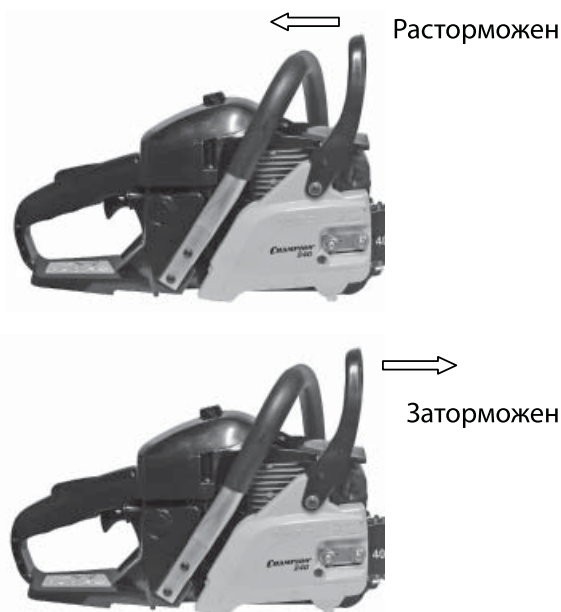

Рис.7
1. Тормоз Цепи РАСТОРМОЖЕН (цепь может вращаться), когда РУЧКА ТОРМОЗА ВЗВЕДЕНА (рис. 7).
2. Тормоз Цепи ЗАТОРМОЖЕН (цепь остановлена), когда тормозной рычаг находится во включенном положении. В этом положении Вы не в состоянии повернуть цепь (рис. 7).
3. Убедитесь, что тормоз цепи заторможен (рис. 7).
*ПОСЛЕ ЗАПУСКА ДВИГАТЕЛЯ НЕ МЕДЛЕННО УСТАНОВИТЕ ТОРМОЗ ЦЕПИ В ПОЗИЦИЮ РАСТОРМОЖЕН (Рис.7).*